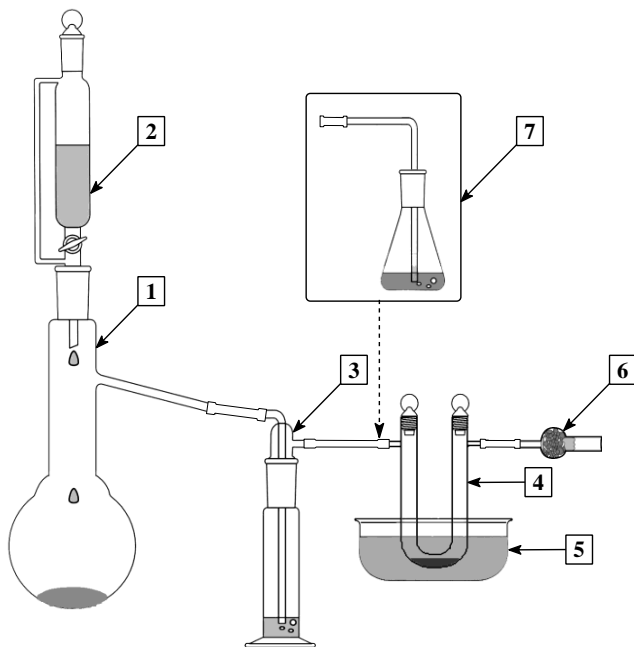

Рис. 7. Установка для получения оксида серы(IV) и его последующего сжигания
2. Собрать установку, изображенную на рис. 7. В колбу Вюрца 1 объемом 250 мл поместить ~30 г сульфита натрия, добавить ~30 мл воды и перемешать. В капельную воронку 2 налить концентрированную серную кислоту. Верхнее отверстие капельной воронки закрыть пробкой. Для осушения газа установить склянку Дрекслея 3 с концентрированной серной кислотой.
Когда в U-образной трубке-приемнике соберется около 2-3 мл жидкого сернистого газа, отсоединить ее от прибора и присоединить вместо нее изогнутую под прямым углом газоотводную трубку (см. вставку 7 к рис. 7). В коническую колбу объемом 100 мл, содержащую 30-50 мл дистиллированной воды, осторожно по каплям вылить полученный жидкий диоксид серы. Опустить в колбу с полученным раствором газоотводную трубку и пропустить продолжающийся выделяться диоксид серы в течение ~ 10 мин. Полученный раствор оксида серы(IV) использовать для изучения его свойств.